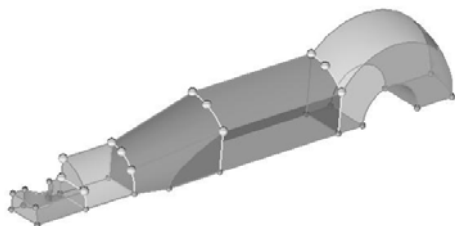

图 5-54 Mappable (是否可映射) 显示
(1) 如图 5-54 所示, 选择几何的显示模式, 以 Mappable (是否可映射) 显示。